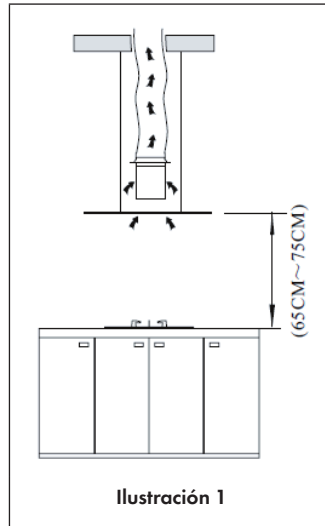

Ilustración 1
2. La campana extractora debe contar con una distancia de 65-75 cm con respecto a la superficie de cocción (véase Ilustración 1).
4. Como se muestra en la ilustración 2, perfore 12 orificios en el techo conforme a las medidas de la placa de suspensión y fije la placa con 12 tornillos (ST6x40) al techo. Utilice 8 tornillos (M4x10) y tuercas herméticas (M4) para fijar el ángulo de hierro a la placa de suspensión. Después de haber colocado el ángulo de hierro (véase imagen 1), utilice los 16 tornillos (M4x10) y las tuercas herméticas (M4x10) para fijar otro ángulo de hierro. Los ángulos deben solaparse al menos 10 mm.